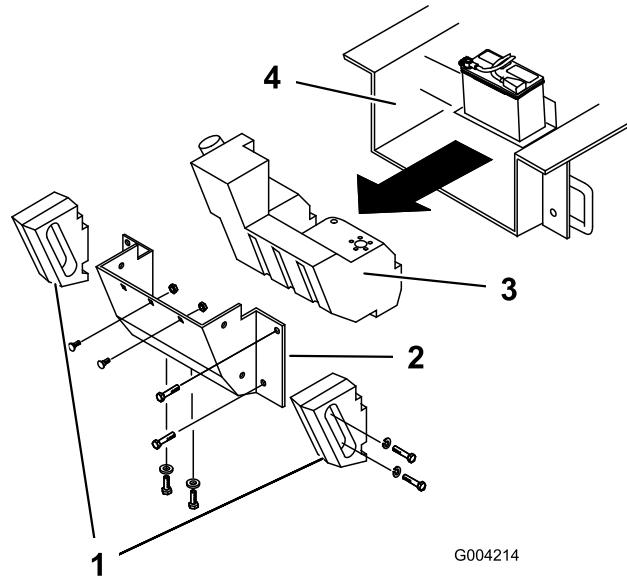

Рисунок 58
С течением времени в шасси под двигателем накапливается грязь и мусор, которые необходимо удалять. Регулярно открывайте капот и осматривайте пространство под двигателем, используя для этого фонарик. Притолщине слоя мусора 1-2 дюйма выполните следующую процедуру (см. Рисунок 58 на протяжении всей процедуры):
4. Снимите болты, шайбы и стопорные шайбы, которые крепят два боковых груза; снимите грузы (Рисунок 58).
7. Снимите шесть гаек и болтов крепления задней панели; снимите панель (Рисунок 58).
9. Сдвиньте топливный бак назад (Рисунок 58).
16. Вставьте в шасси часть топливного бака (Рисунок 58).
22. Поставьте на место заднюю панель и закрепите ее шестью снятыми ранее болтами и гайками (Рисунок 58).
24. Установите боковые грузы и закрепите их снятыми ранее болтами, шайбами и стопорными шайбами (Рисунок 58).